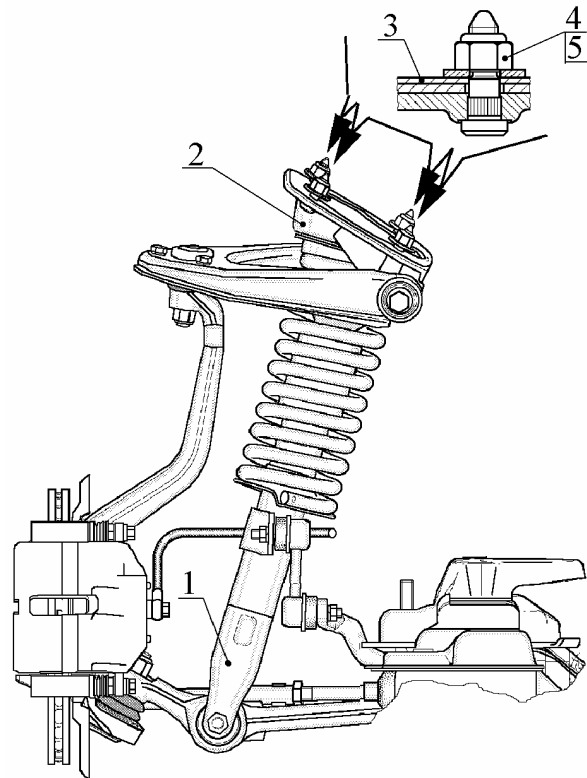

Рис. 9. Отсоединение кронштейна пружинной стойки
4.9.4. Отсоединить кронштейн 2 (рис. 9) пружинной стойки 1 левой от брызговика 3 переднего крыла, отвинтив и сняв четыре гайки 4 с шайбами 5